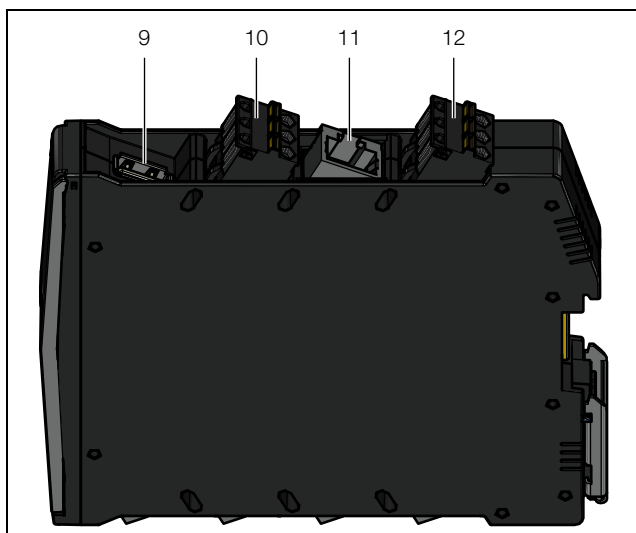

Fig. 5 : raccords en haut sur l'interface IoT
- Raccorder pour cela la sortie 24 V (raccordement direct) d'un bloc d'alimentation (DK 7030.060) à la prise correspondante de l'interface IoT (fig. 5, pos. 12).
- Raccorder si nécessaire la sonde de température déportée 3124.400 à la prise correspondante de l'interface IoT (fig. 5, pos. 10).
- Raccorder l'interface Ethernet (fig. 5, pos. 11) au réseau existant via un câble réseau avec fiches RJ 45. La LED de l'interface Ethernet à droite sur la face avant de l'interface IoT est allumée en permanence après avoir raccordé le câble réseau. La LED de gauche clignote en plus lors de l'échange de données (cf. chapitre 6.3.2 « Affichages des LED de l'interface Ethernet »).